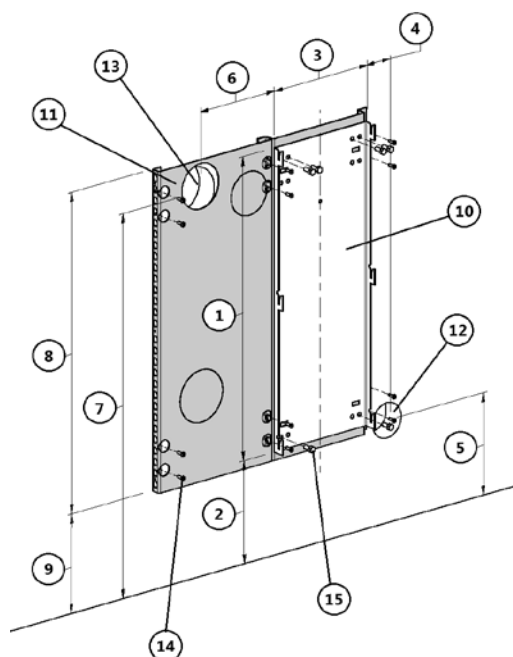

Fig. 36 - Fixation au mur inflammable
- Fixez au mur avec le support arrière avec chevilles métalliques aptes à supporter le poids du poêle (voir **Fig. 36**).